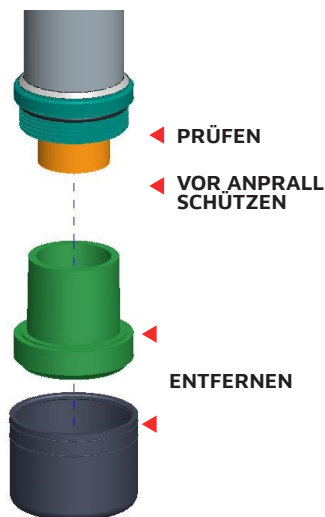

Abbildung 9.1
5. Baugruppe heben und untere Schutzschicht entfernen (Abb. 9) und Hülse zur Verschraubung in den unteren Teil des Schaftes montieren (Abb. 9.1). Gewinde und O-Ringe der Buchse prüfen.